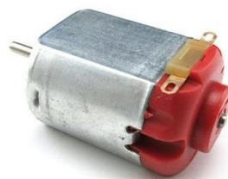
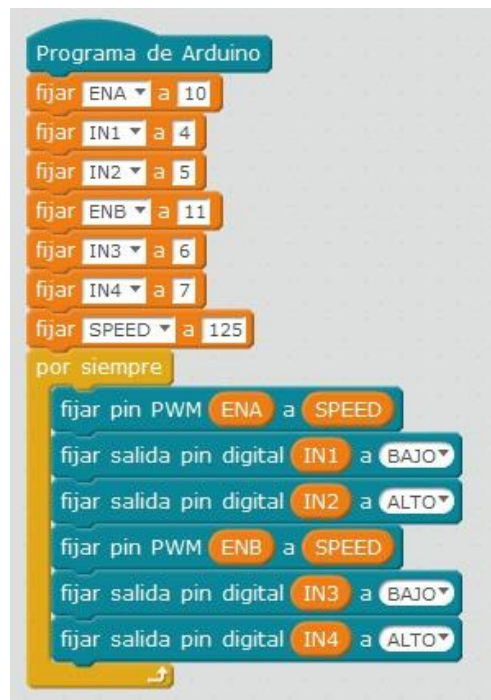

Figura 5: Motor 3v-6v DC. Fuente: www.joom.com
Figura 6: Programa mBlock. Fuente: Propia
Por otro lado, el motor que vamos a utilizar en esta actividad es un motor básico de corriente continua de 6 voltios. Es el tipo de motor que se suele suministrar en cualquier kit de Arduino. Lo tenemos representado en la figura 5.
1. La primera es utilizar tres variables para cada salida del controlador. En este caso he definido los pines 10 (PWM) para la variable ENA, y 11 para ENB, con las que controlaremos le velocidad de giro de los motores, y los pines 4, 5, 6 y 7 para las variables IN1, IN2, IN3, e IN4 respectivamente, mediante las cuales controlaremos el sentido de giro de los motores. El programa es el de la figura 5; si queremos cambiar la velocidad o el sentido de giro de algún motor sólo tendríamos que cambiar el valor de las variables correspondientes, compilar el programa y subirlo a la placa Arduino. Las salidas PWM nos permiten un rango de 0 (valor más bajo, motor parado en este caso) hasta 255 (valor más alto, motor al máximo), en la figura 6 podemos observar que elegimos un valor medio, 125.